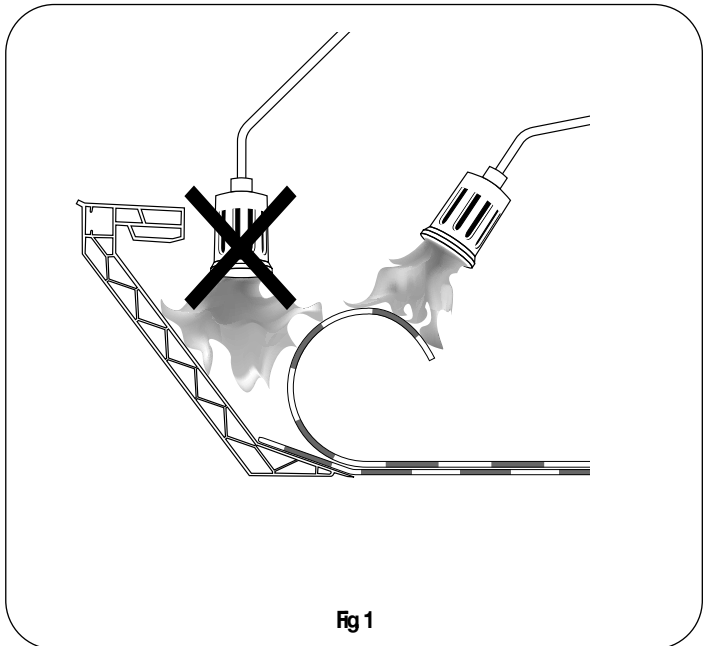

Fig 1
- Screw the curb on the roof construction through the indication line of the flange (timber screws 5,2x60 or metal screws 4,8x60). Start at 7,5 cm from the extremities. The axis distance of the other screws must not exceed 30 cm. Pull up the roofing underneath the top flange. Beware that the membrane and not the curb is warmed up when using the welding with flame method as shown on figure 1.
- Achten Sie darauf, dass beim Schweißen mit Flamme die Membran und nicht der Aufsatzkranz geheizt wird (siehe Bild 1).